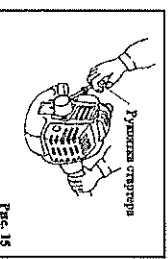

Рис. 15
4. Возврат в режим работы двигателя и реверс двигателя (Рис. 15)